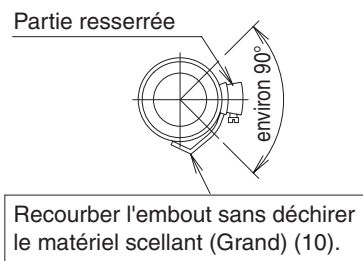

Fig. 16
- Ne resserrez pas le collier métallique (2) à un couple excédant la valeur spécifiée. Cela pourrait endommager le tuyau d'évacuation (1) ou le collier métallique (2).
- Enrouler un ruban de vinyle autour de l'extrémité du collier métallique (2) pour que le matériel scellant (Grand) (10) utilisé dans le processus suivant ne soit pas endommagé par l'extrémité du collier métallique (2) son embout recourbé vers l'intérieur, comme montré. **(Reportez-vous à la Fig. 16)**